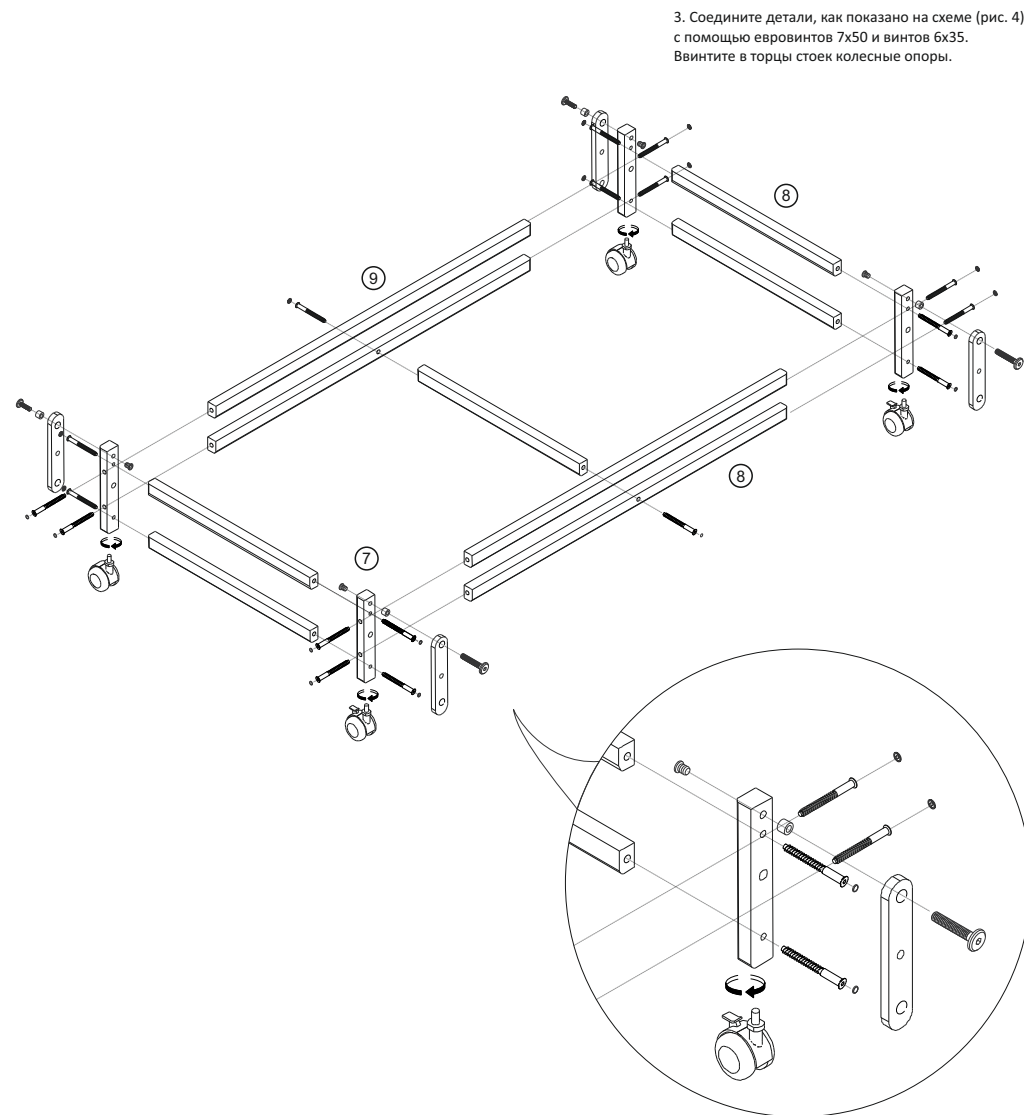

рис.4
3. Соедините детали, как показано на схеме (рис. 4) с помощью евровинтов 7x50 и винтов 6x35. Ввинтите в торцы стоек колесные опоры.